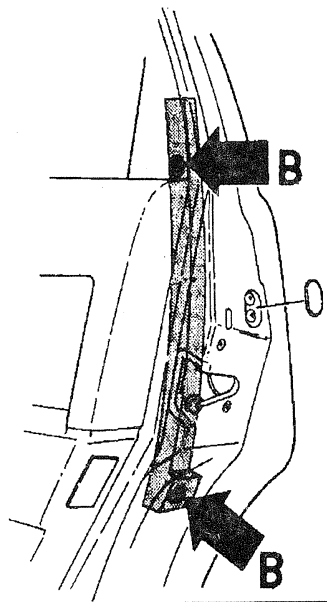

Рис.6.28. Направляющая шина.
36. Опустить стекло и удалить дверную панель. Освободить уплотняющую прокладку в задней части стекла и кабельный зажим в нижней части направляющей шины. Удалить ее (см. рис. 6.28).